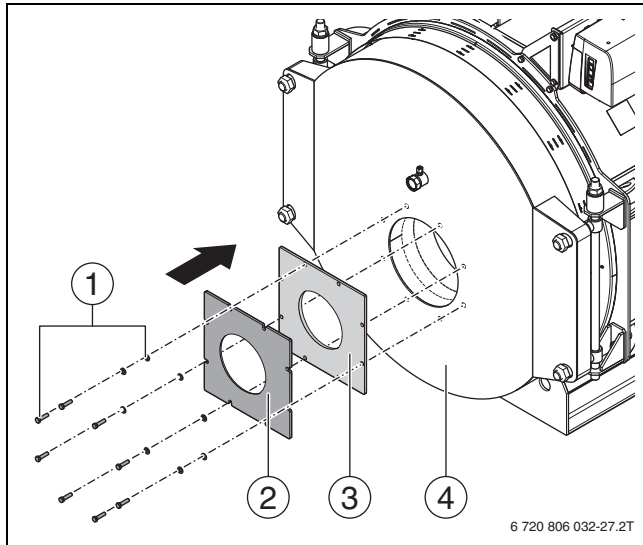

Fig. 20 Montarea plăcii arzătorului
- ▶ Împingeți garnitura (→ fig. 20, [3]) pe ștuțul arzătorului.